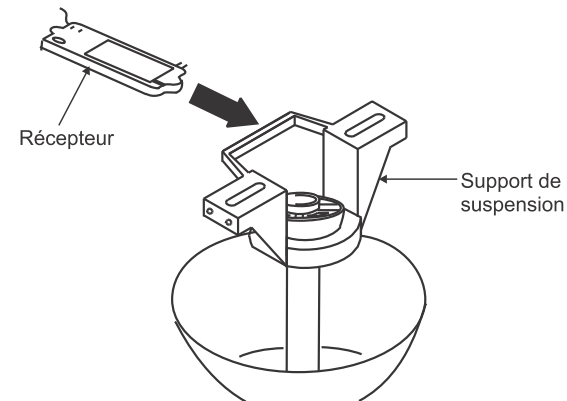

Fig. 13
Étape 1. Insérez le récepteur dans le support de montage au plafond avec le côté plat du récepteur face au plafond. (Fig. 13) Pour optimiser la performance, assurez-vous que l'antenne noire, à l'extrémité du récepteur, reste étendue et qu'elle n'est pas emmêlée avec les fils électriques.